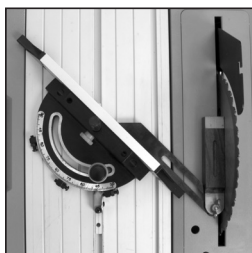

Abb. 25
- Den 45°-Winkelmesser auf den Säge Tisch legen, wobei eine Seite ganz genau an den Körper des Sägeblatts angelegt werden muss (**Abb. 25**).